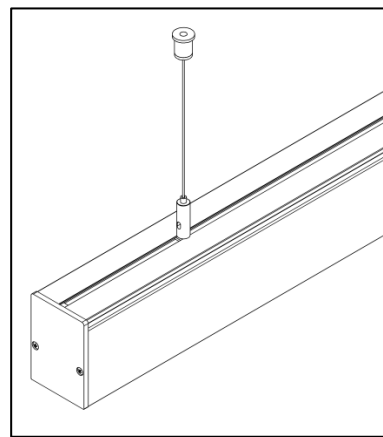

Рис.2
- Подвесить светильник на нужной высоте при помощи тросовых подвесов (рис.2) Тросовые подвесы в комплект поставки не входят. Тросовый подвес надо закрепить в специальном пазу на корпусе светильника: снять боковую крышку; установить подвес; одеть боковую крышку.
- Подключить кабель питания светильника к сети переменного тока 230 В, 50/60 Гц согласно цветовой маркировке проводов: фаза (L) – чёрный (коричневый), ноль (N) – синий, земля – жёлто-зелёный.